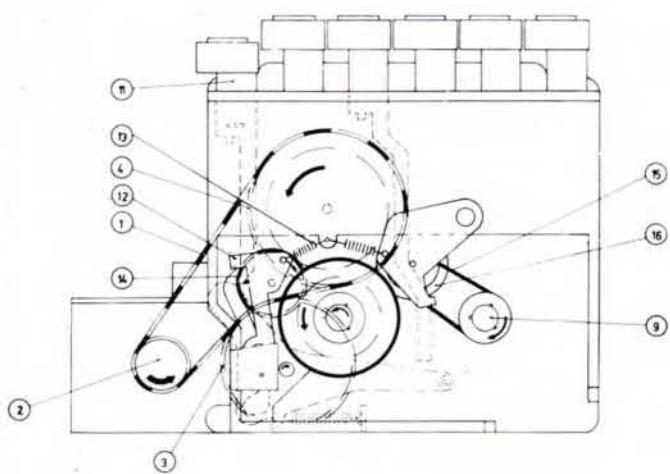

Abb. 7
Die Funktionsprinzipien dieser Bandlauffunktionen sind in den Abb. 7 und 8 erläutert.
Die Reibräder (14) und (16) des in den Abb. 7/8 gezeigten Umpulgetriebes sind immer zusammen mit den Zugfedern die funktionsbestimmenden Bauelemente für die Funktionen „schneller Vor- und Rücklauf“. Das übertragene Drehmoment ist in jedem Falle 70 pcm, eine Justierung ist im Normalfalle nicht notwendig. Fehler können nur in einer unbeabsichtigten Überdehnung der an den Hebeln befestigten Zugfedern oder im Kontakt der Reibräder des Umpulgetriebes liegen (Olreste an Gummi- flächen). Vorsicht beim Umgang mit Öl!